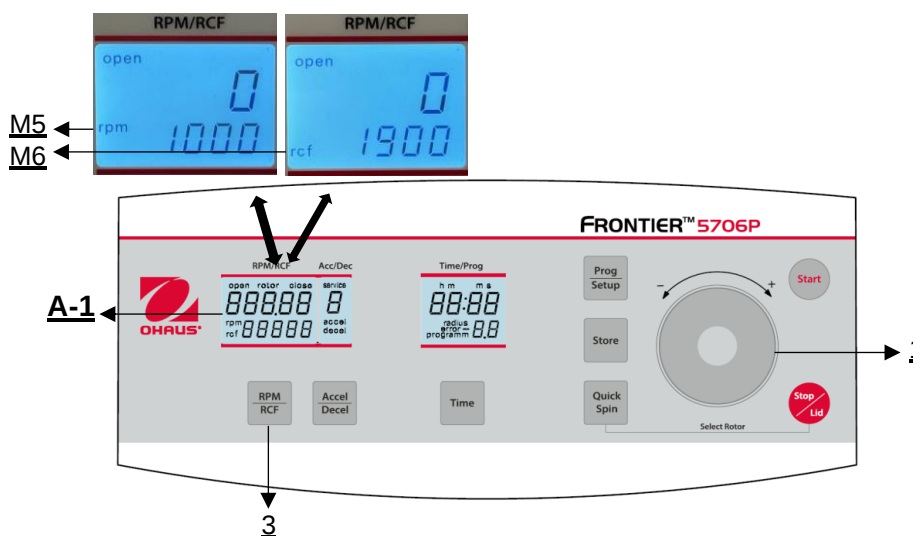

Figura 17
La preselezione viene attivata tramite il tasto **"RPM | RCF"** (3) (vedere **Figura 17**). Premendo una volta il tasto lampeggia la parola **"rpm"** (M5). Premendo due volte il tasto è possibile la preselezione delle forze centrifughe. Appare quindi la parola lampeggiante **"rcf"** (M6). È possibile impostare i valori desiderati con la rotella a sfioramento (1). Sul display (A-1) il valore regolato è visualizzato in modo permanente, prima, durante e dopo la corsa.